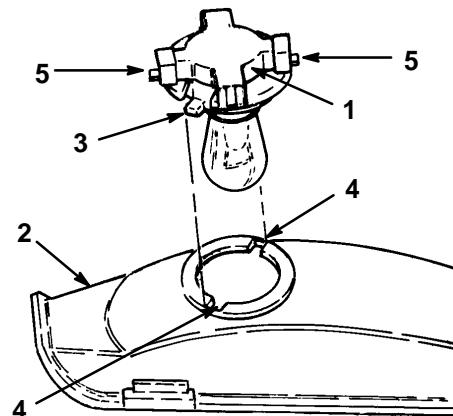

Abbildung 49
3. Die Birnenfassung um 1/4 Umdrehung im Gegenuhrzeigersinn drehen und aus dem Reflektor nehmen (Abb. 49).
2. Die Birnenfassung hat zwei Zungen (Abb. 49). Die Zungen auf die Schlitze im Reflektor ausrichten, die Birnenfassung in den Reflektor einsetzen und im Uhrzeigersinn 1/4 Umdrehung bis zum Anschlag drehen.